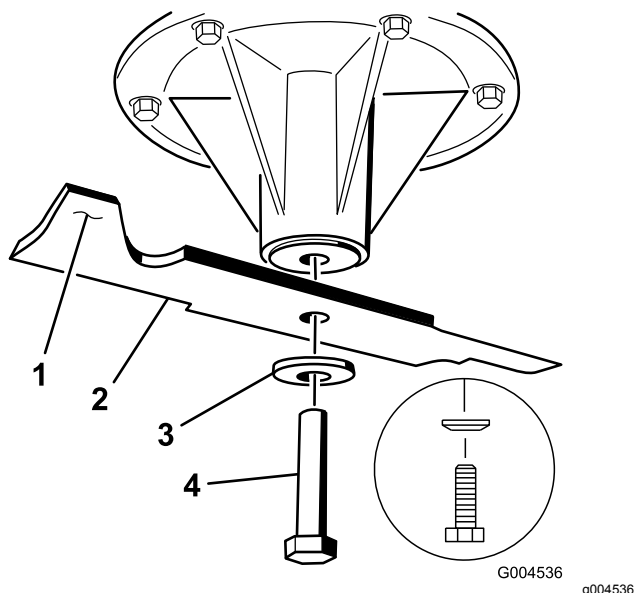

Figure 81
2. Enlevez de l'axe, le boulon, la rondelle bombée et la lame (Figure 81).
3. Si la lame est déséquilibrée, limez un peu l'extrémité de l'ailette seulement (Figure 81).